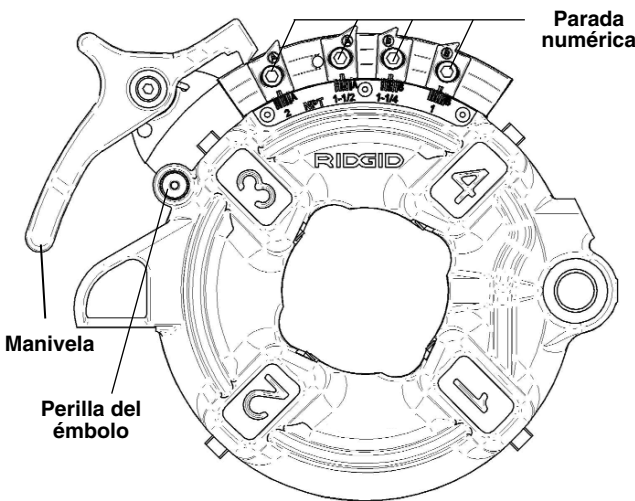

Figura 10 – Cabezal de Terrajas Semiautomático
Cabezal de terrajas Semiautomático (Figura 10) – Cuando el extremo del tubo que se rosca se encuentra al ras con el borde de la terraja número 1, golpee la palanca del cabezal de terrajas para que las terrajas suelten al tubo.
El Cabezal de Terrajas Semiautomático para roscas a mano derecha (Figura 10) necesita cuatro juegos de terrajas para roscar tubería desde $\frac{1}{8}$ hasta 2 pulgadas. Se precisa un juego de terrajas para cada una de las siguientes gamas de tamaño: ($\frac{1}{8}$ pulg), ($\frac{1}{4}$ y $\frac{3}{8}$ pulg), ($\frac{1}{2}$ y $\frac{3}{4}$ pulg) y (1 a 2 pulg). Para roscar pernos se necesita un juego distinto de terrajas para cada tamaño de perno.
1. Baje la manivela para que la placa de levas descansa contra una parada numérica, como se muestra en la (Figura 10).